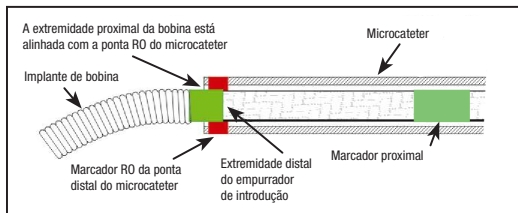

Figura 4 — Posição das faixas de marcação para separação
- Avance a bobina para o local pretendido até que o marcador radiopaco no empurrador de introdução esteja alinhado ou ligeiramente distal do marcador RO da ponta distal do microcateter, posicionando a zona de separação imediatamente fora da ponta do microcateter. Veja a Figura 4.